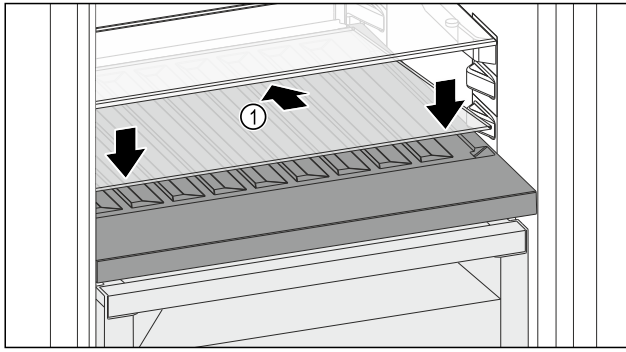

Fig. 126
- Glasplatte Fig. 126 (1) schräg und nach hinten unten geneigt ansetzen.
- Glasplatte Fig. 126 (1) vorne absenken.